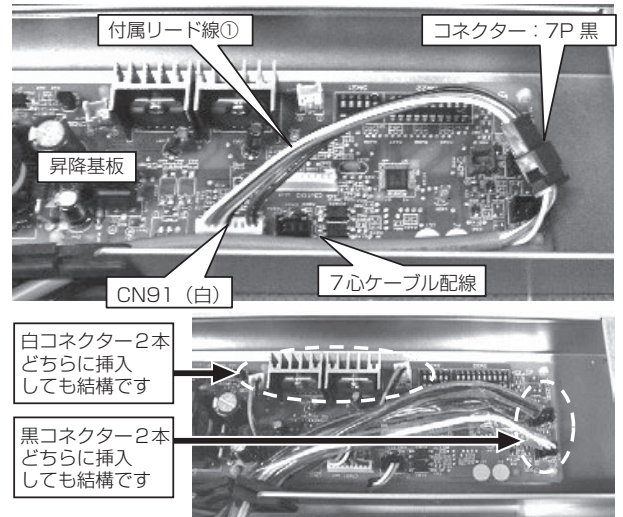

図8-1
- 1) パネルからの 7 心ケーブル線のコネクタ (7P クロ) を付属のリード線①を使用して昇降基板 CN91 (シロ) に確実に差込んでください。(図8-1)